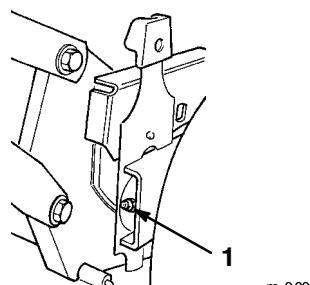

Bild 26
2. Wischen Sie die Schmiernippel mit einem sauberen Lappen ab (Bild 26).
3. Bringen Sie eine Fettpresse auf den Schmiernippel und pressen langsam zwei bis drei Stöße Nr. 2 Allzweck-schmierfett auf Lithiumbasis ein (Bild 26).